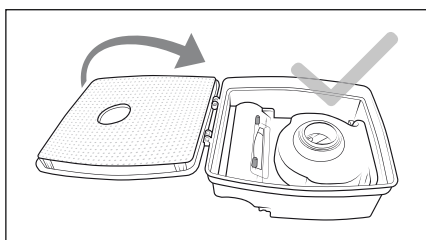

Fig. 11
- 6) Tapotez légèrement le filtre EPA ⑦ dans une poubelle ou aspirez-le délicatement avec un aspirateur à main.
- 7) Fixez le filtre EPA ⑦ contre le couvercle du bac à poussière ⑫ et rabattez-le en position fermée (voir figure 11).